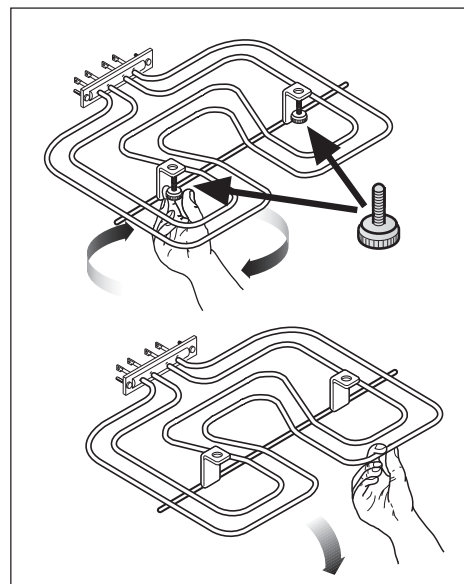

Рис. 8
- Открутите винты крепления гриля (см. Рис. 8). При первом выполнении этой операции мы рекомендуем пользоваться отверткой.